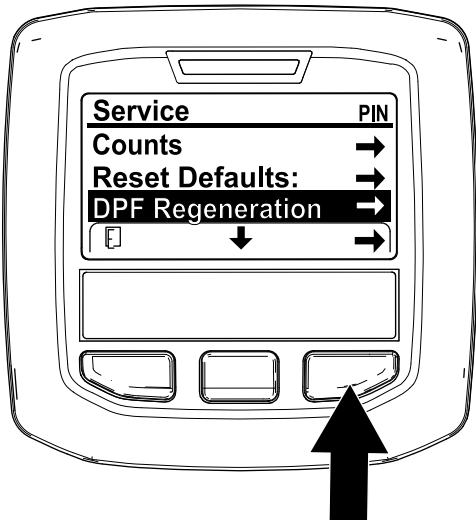

Figura 28
- Aceda ao menu de manutenção, pressione o botão central para se deslocar para a opção DPF REGENERATION (Regeneração do DPF) (Figura 28).
- Pressione o botão direito para seleccionar a entrada Regeneração do filtro de partículas de gásóleo (Figura 28).